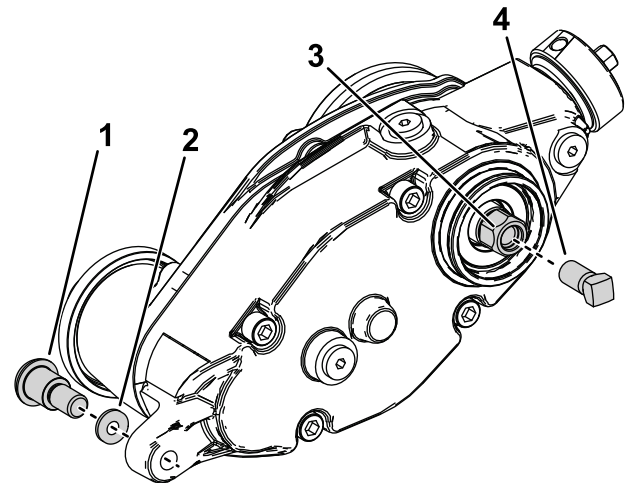

図 25
3. グルーマを駆動ボックスをアジャスタアームに接続しているショルダボルトと硬化ワッシャを外す 図 25。
5. 図 25のように、補強ねじP/N 1-803022別売をグルーマ駆動六角ヘッドのねじ溝に取り付けて 13.5 Nm/1.4 kg.m = 120 in-lbにトルク締めする。
6. グルーマ駆動六角ヘッドを回して、リールからグルーマ駆動ボックスを外す 図 25。